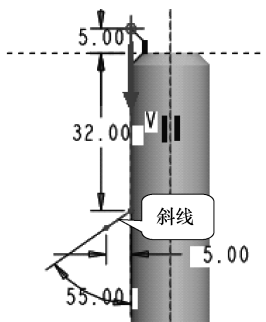

图 6-88 重定义轨迹
(1) 选中螺纹特征，按下鼠标右键，在弹出的快捷菜单中选择【编辑定义】选项，在弹出的【螺旋扫描】对话框的列表中选择【扫引轨迹】选项，单击【定义】按钮 ，在【截面】菜单中选择【修改】|【完成】选项。
(2) 进入草绘界面，在轨迹的末端加画一条斜线，如图 6-88 所示，单击【草绘器工具】工